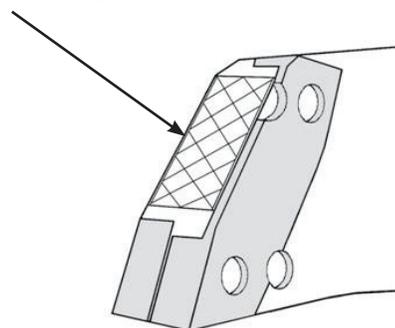

FIGURA 5-20
A zona indicada na **Figura 5-20** deve ser inspecionada diariamente e sujeita a manutenção sempre que o padrão reticulado estiver quase desgastado até à superfície metálica de base. Se tiver alguma questão relativa a esta informação, contacte o Departamento de Serviço da LaBounty através do número (218)-834-6901.
Se, devido a considerações de produção, o padrão reticulado estiver desgastado até ao metal de base da maxila superior da tesoura, a extremidade do sabre pode ser usada como guia para enchimento de acordo com o perfil adequado antes da aplicação do novo endurecimento da superfície. Se a ponta da extremidade do sabre estiver desgastada, será necessário remover a extremidade, rodá-la para a nova extremidade frontal e aparafusar no local adequado. A superfície da face da tesoura superior deve ser enchida (usando uma vareta de soldar E-7018 ou os procedimentos de pré-aquecimento de seguimento do fio da série E-70) para estar em conformidade com o perfil da nova ponta da extremidade do sabre. Dependendo do modelo, esta superfície deve estar faceada com a ponta da extremidade do sabre em 1/16" acima da ponta. Depois do enchimento da superfície e do esmerilamento de acordo com o perfil, pode ser aplicado o padrão reticulado de endurecimento da superfície. Use um espaçamento de 1½" no padrão reticulado de endurecimento da superfície, conforme na **Figura 5-20**.